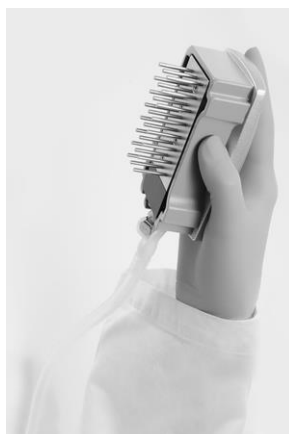

Figure 3. Illustration de l'outil à vide à plus de 90° par rapport à l'horizontale.
9. Secouez l'outil à vide de haut en bas à plus de 90° par rapport à l'horizontale pendant 5 secondes pour égoutter le liquide présent dans les sondes à filtre (figure 3).
14. Secouez l'outil à vide de haut en bas à plus de 90° par rapport à l'horizontale pendant 5 secondes pour égoutter le liquide présent dans les sondes à filtre (figure 3).